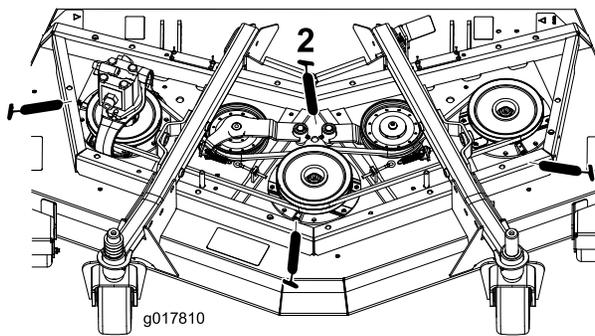

Figura 44
- Três rolamentos do eixo – localizados debaixo da polia (Figura 44)
- Casquilhos da articulação do braço intermédio (Figura 44)